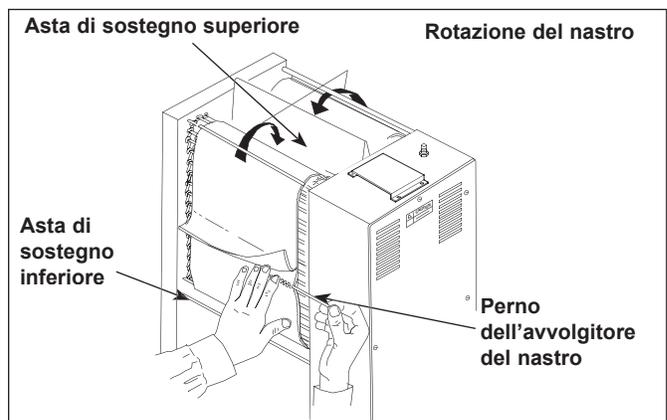

Figura 12. Installazione dell'avvolgitore
6. Installare i nuovi avvolgitori attorno alle catene del nastro trasportatore all'interno delle aste gialle con l'aletta a cerniera in vista e libera (figura 12 e 13).